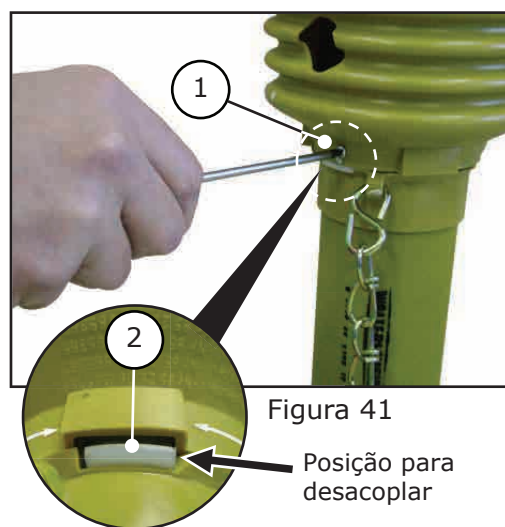

Figura 41
a) Retire o parafuso (1), gire a capa sanfonada até alinhar a cavidade existente na mesma com o trava (2), ver figura 41.